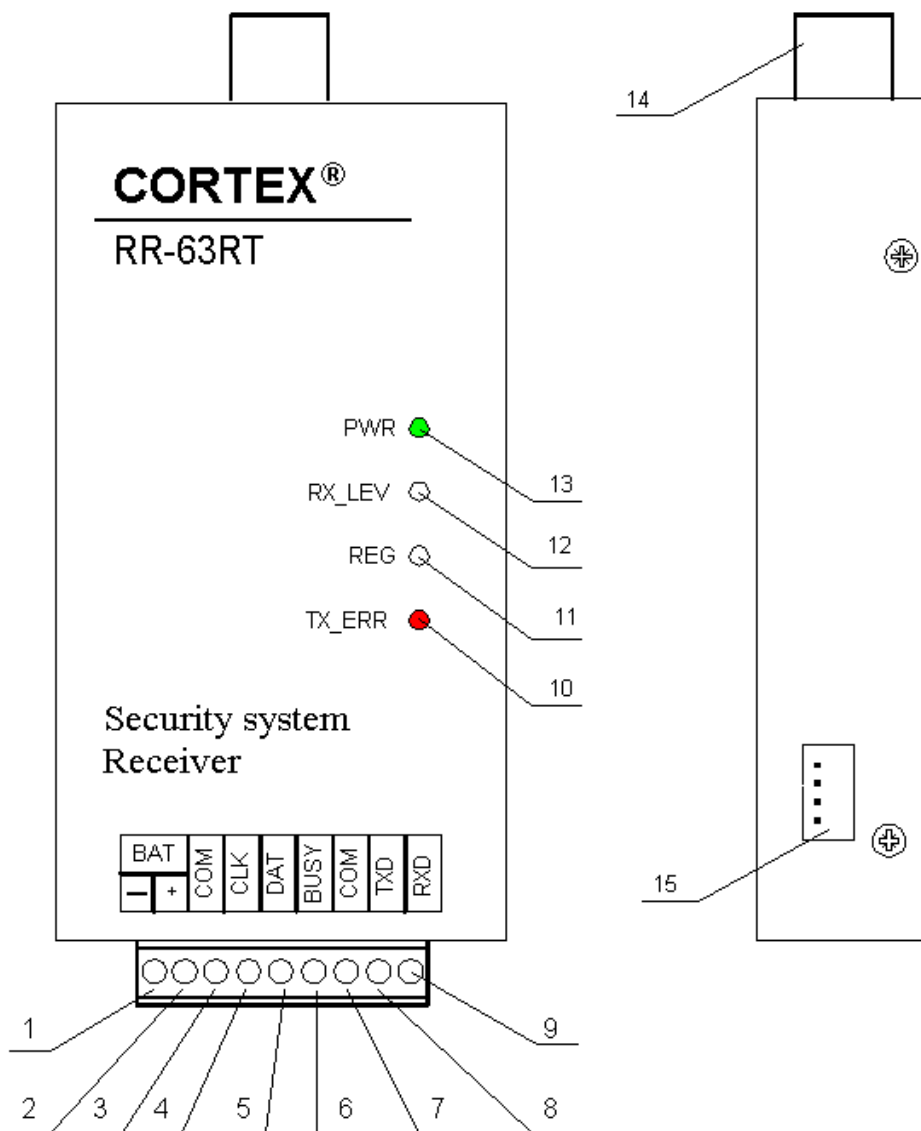

Рис. 1
На Рис. 1 цифрами обозначены:
1. Светодиод **PWR** (поз.13 на Рис. 1) – индицирует наличие 12-вольтового питания на соответствующих клеммах приемника;
2. Светодиод **RX_LEV** (поз. 12 на Рис. 1) – трехцветный индикатор уровня принимаемого сигнала. При плохом уровне сигнала будет во время приема гореть красным, при среднем уровне – желтым и при хорошем уровне, соответственно, зеленым;
3. Светодиод **REG** (поз.11 на Рис. 1) – трехцветный индикатор режима регистрации (см. п.3) На время приема горит красным, если сообщение пришло от незарегистрированного объектового устройства. Зеленым, если сообщение пришло от зарегистрированного объектового устройства. Желтым, если это – тестовое сообщение;
4. Светодиод **TX_ERR** (поз.10 на Рис. 1) загорается, если при обмене информацией с передатчиком **RT4-5se**, произошел сбой. Если следующий обмен будет удачным, данный индикатор погаснет.